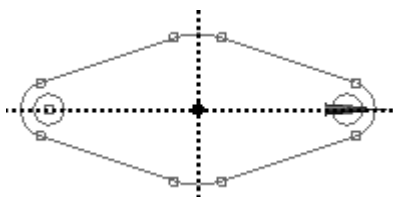

图 3.3.13 建立几何约束
(2) 建立几何约束。建立图 3.3.13 所示的等半径、对称等约束。